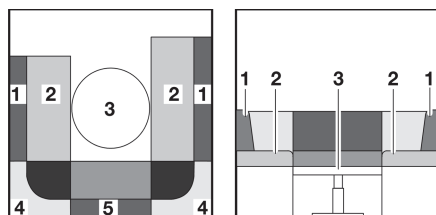

Fig. 69 Pendant la transformation
- Retirer les coussins de dossier (Fig. 69,1, 4 et 5).
- Placer le coussin supplémentaire (Fig. 70,6) entre les coussins d'assise (Fig. 70,2) sur la table (Fig. 69,3).